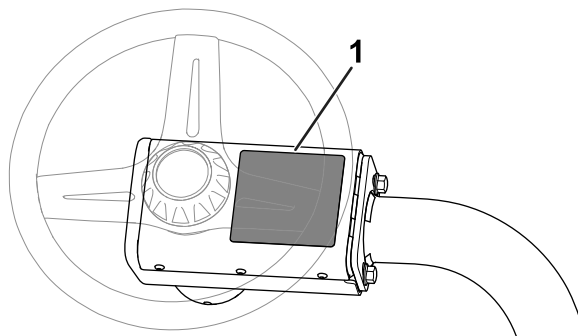

图16
- 请把 CE 警告标贴（零件号为 136-8505）贴在现有警告标贴之上（零件号为 136-8506）；请参阅图16。